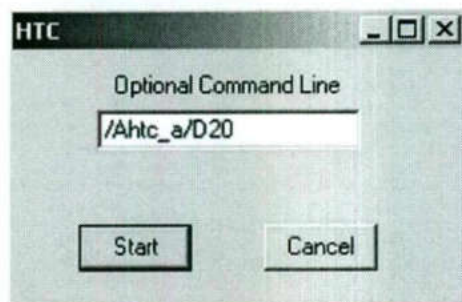

Figura 15-9: Ejemplo del HTC Mostrando los Parámetros /A y /D
- ◇ en la figura 15-9, el tag HTC_A tendrá un nuevo valor cada 20 segundos